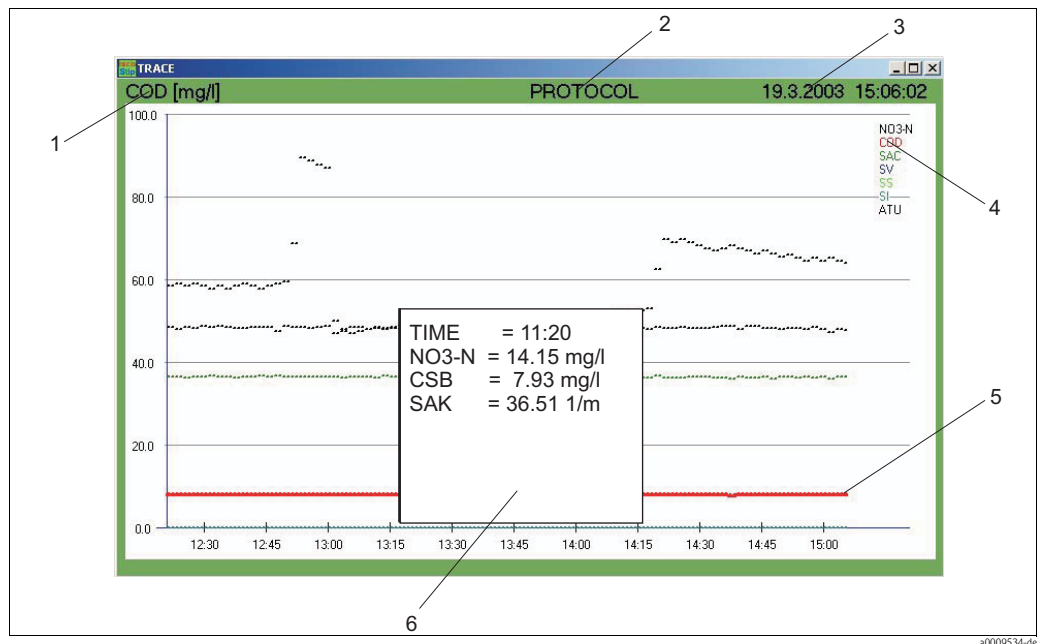

Fig. 29 : Courbe actuelle
- 1. Cliquez sur le paramètre (pos. 1, Fig. 29).
Cliquez sur PROTOCOL (pos. 2, Fig. 29) pour accéder au rapport journalier.
La date et l'heure sont affichés dans la barre de menu (pos. 3, Fig. 29).
Les paramètres de mesure sélectionnés sont affichés en pos. 4, Fig. 29. La couleur permet d'identifier la courbe correspondante (pos. 5, Fig. 29).
Cliquez dans le diagramme le long de l'axe x. Les valeurs mesurées sont alors affichées dans une fenêtre (pos. 6, Fig. 29) correspondant à l'heure.